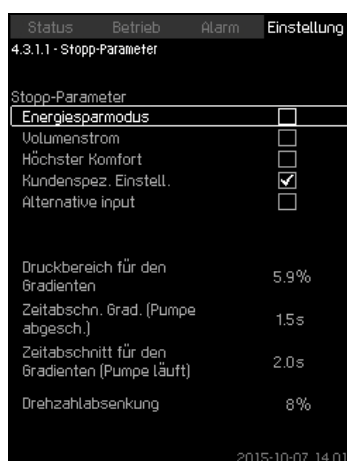

Abb. 68 Kundenspez. Einstell.
3. Einen der Abschaltparameter auswählen. Wurde "Kundenspez. Einstell." gewählt, sind die in der Abb. 68 aufgeführten Parameter einzustellen. Siehe die nachfolgenden Beispiele.